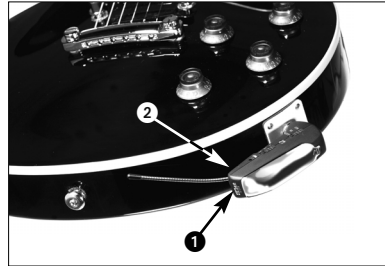

Abb. 5: Sender stabilisieren
1. Schrauben Sie den Klinkenstecker (1) vom Sender (2) ab.
2. Schrauben Sie den Adapterstecker (3) auf den Gewindestecker (4) am Sender (2) auf.
4.4 Sender stabilisieren (s. Abb. 5)